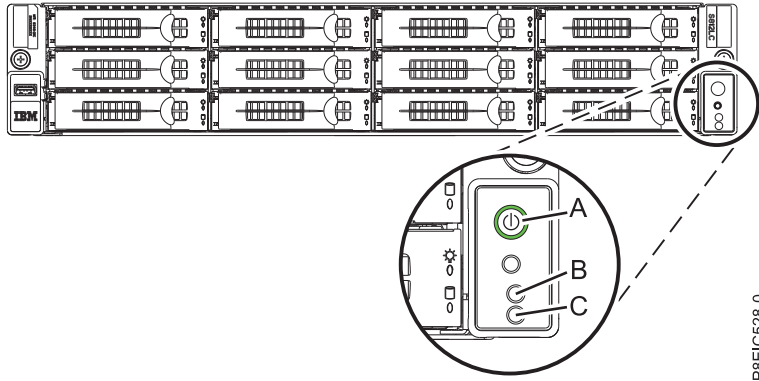

Figure 45. Bouton d'alimentation
- Le voyant de mise sous tension clignote, comme illustré dans la figure 45, à la page 74. Un voyant clignotant indique que l'alimentation de l'unité est en mode veille.
3. Appuyez sur le bouton d'alimentation (**A**) illustré dans la figure 45, à la page 74. Le voyant de mise sous tension arrête de clignoter et reste fixe, ce qui indique que le système est sous tension. Les ventilateurs de refroidissement du système tournent rapidement et après environ 30 secondes, ils reprennent leur vitesse de régime.